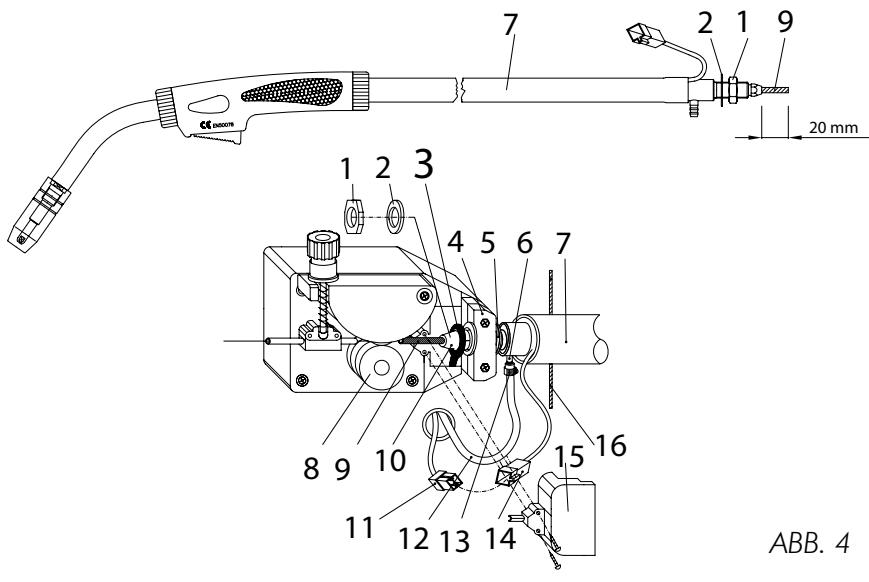

ABB. 4
3.3 SCHWEISSBRENNERANSCHLUSS DIREKT AM GERÄT (ABB. 4)
- Bevor Sie das Brennerschlauchpaket (7) anschließen, entfernen Sie die Mutter (1) und die Scheibe (2). Dann messen Sie die Länge der Drahtseele von der Messingmutter (10) bis zu deren Ende. Diese dürfen nur 20 mm betragen. Was darüber hinausgeht, ist abzuschneiden! 20 mm sind korrekt!
- Die Seitenwand öffnen. Den Plastikgriff (A) lockern und senken, und den Drahtandrückhebel (B) lösen (Abb.4). Den Draht abschneiden (falls er bereits eingeführt wurde), mit der Zange immer festhalten, damit er sich nicht abrollt, und mit der dafür vorgesehenen Bohrung an der Rolle verbinden. Die Gasdüse abschrauben und die Stromdüse des Brenners abnehmen; mit einer Zange den Draht aus der Ummantelung ziehen.